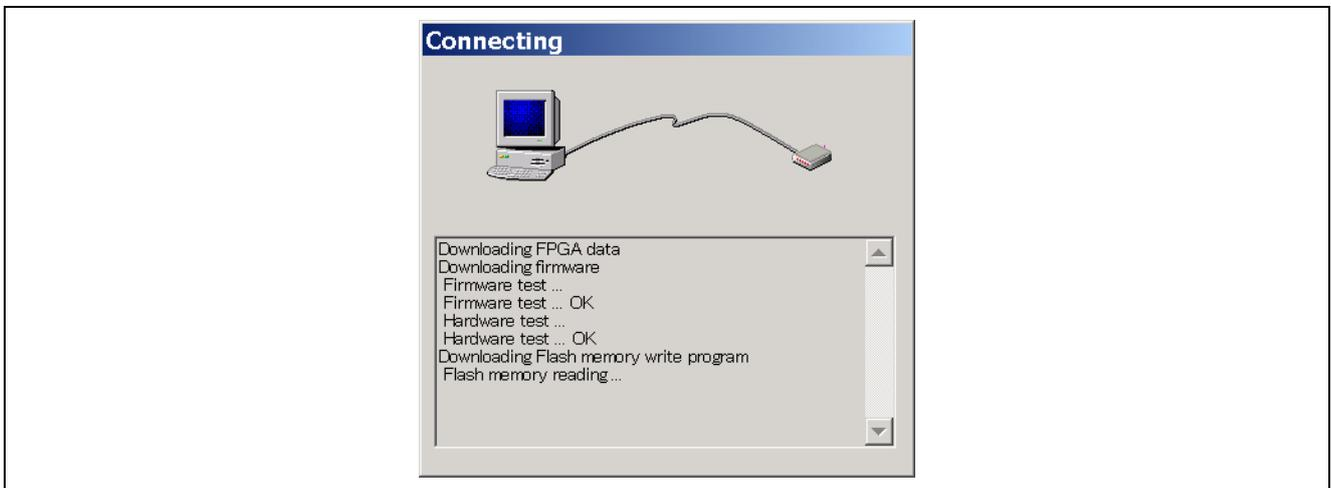
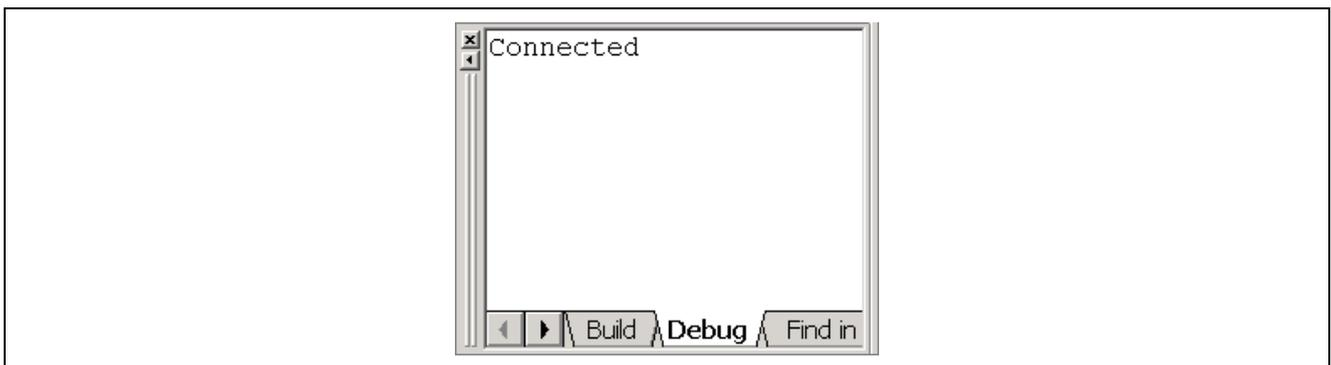

図 5 [Connecting]ダイアログボックス
図 6 [Output]ダイアログボックス
- (9) 図 5 に示す[Connecting]ダイアログボックスが表示され、起動/接続状況が表示されます。図 5 の[Connecting]ダイアログボックスが消え、図 6 に示す High-performance Embedded Workshop の[Output]ウインドウに"Connected"と表示されたら、E10A-USB エミュレータの起動並びにユーザーシステムとの接続は完了です。